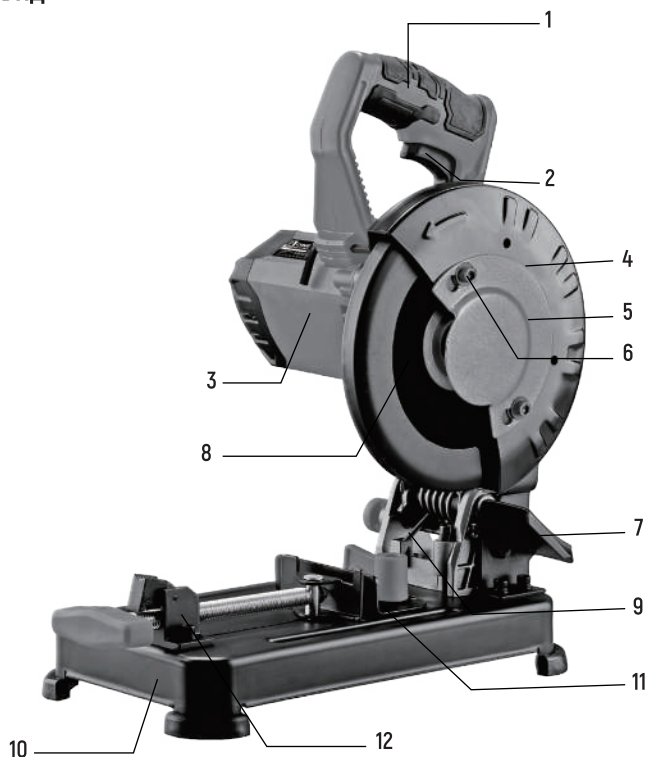

Рис.1
Металлический корпус двигателя (рис.1 поз.16) выполнен заодно с суппортом вертикального перемещения и закреплён на оси (рис.1 поз.8) кронштейна рабочего стола.
К корпусу двигателя крепится металлический редуктор и кожух защитный диска. Сверху на корпусе двигателя закреплена пластиковая рукоятка (рис.1 поз.1) с выключателем. Все перечисленные узлы составляют головку режущую, которая при нажатии на рукоятку сверху, перемещается вокруг оси (рис.1 поз.8) и осуществляет вертикальный рез заготовки, закреплённой на рабочем столе.
Перемещение головки режущей вверх обеспечивается возвратной пружиной (рис.1 поз.9) на поворотной оси (рис.1 поз.8). Заготовка крепится на рабочем столе между пластинами: упора (рис.1 поз.11) и тисков (рис.1 поз.12). Упор может быть повернут: вправо от 0 (в плоскости диска) до 15° или влево от 0 до 45°.
Клавиша выключателя (рис.1 поз.2) расположена в нижней части рукоятки (рис.1 поз.1).
Включение пилы осуществляется нажатием на клавишу выключателя. Для фиксации клавиши в рабочем положении, удерживая клавишу, нажать на кнопку (рис.1 поз.5).
На защитном кожухе (рис.1 поз.4) стрелкой указано направление вращения диска.
- перемещение без усилия подвижной части (рис.1 поз.19) защитного кожуха;
- открутить винт барашек (рис.1 поз.6);
- повернуть крышку кожуха (рис.1 поз.5) вверх, обеспечив доступ к болту крепления диска;
- зафиксировать шпиндель, нажав на рычаг стопора фланца опорного (рис.1 поз.18);
- открутить накидным ключом (рис.1 поз.13) болт крепления диска (вращением против часовой стрелки), снять шайбы и зажимной фланец со шпинделя;
- снять (при замене) со шпинделя использованный отрезной диск (рис.1 поз.15);
- повернуть на место и закрепить винтом-барашком крышку кожуха (рис.1 поз.5);